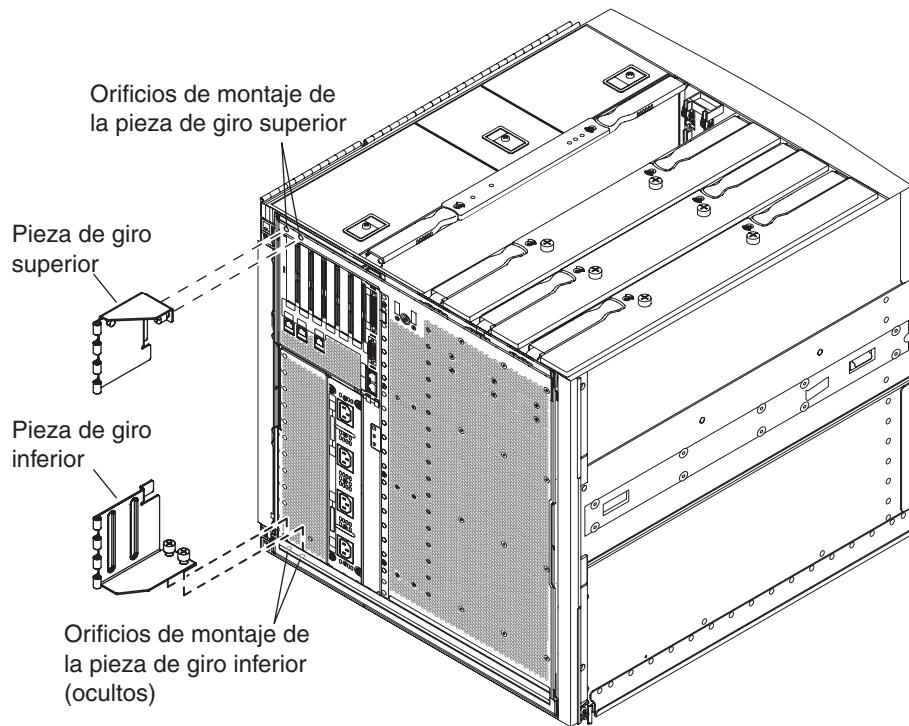
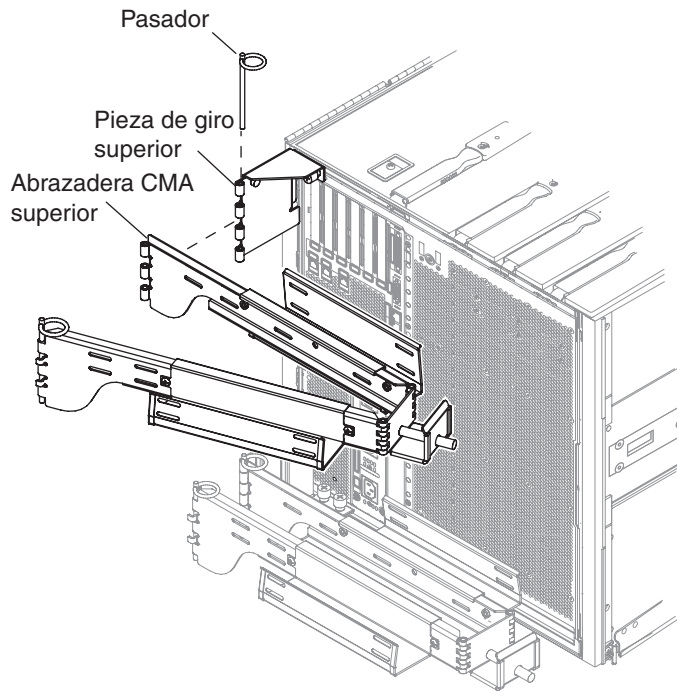
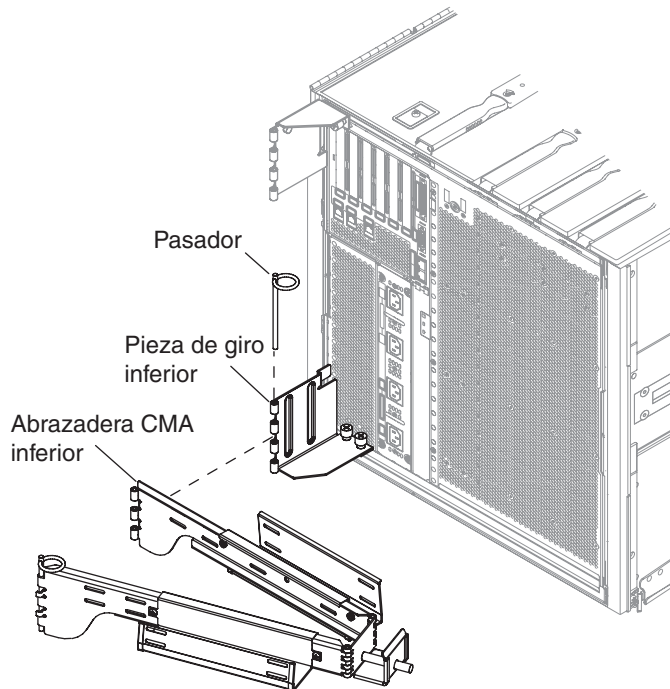

FIGURA 1-18 Orificios de montaje de las piezas de giro superior e inferior
FIGURA 1-19 Montaje de la abrazadera CMA superior y la pieza de giro
FIGURA 1-20 Montaje de la abrazadera CMA inferior y la pieza de giro
3. Fije la pieza de giro al extremo superior izquierdo del chasis utilizando los dos tornillos cautivos. Consulte la FIGURA 1-18 y la FIGURA 1-19.
5. Fije la pieza de giro al extremo inferior izquierdo del chasis del sistema utilizando los dos tornillos cautivos, consulte la FIGURA 1-18 y la FIGURA 1-20.